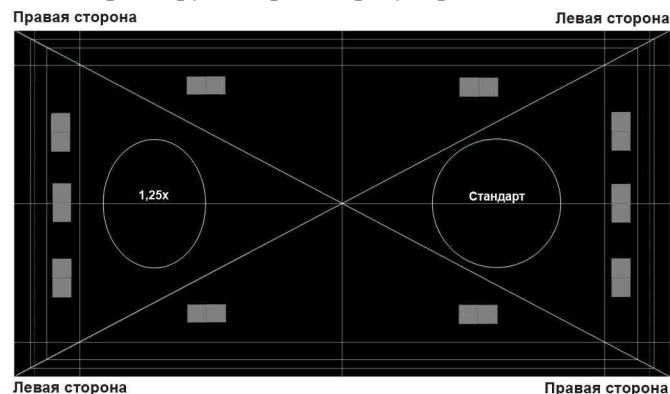

Рис. 2-19 Пример тестовой таблицы Framing
7. Проверяйте изображение после каждого шага регулировки. Правый регулировочный винт влияет на правый верхний и нижний левый углы изображения (Рис. 2-19). После того как оба перекрестия будут сфокусированы, зафиксируйте правый регулировочный винт с помощью стопорного винта.